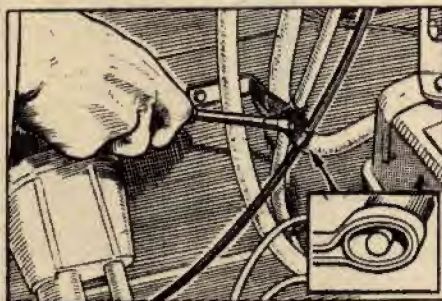
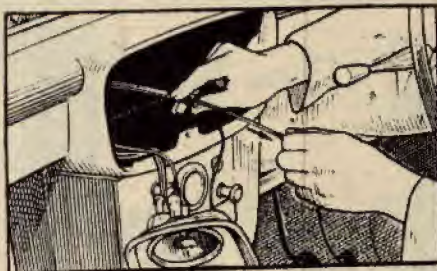

Fig. 2
Fig. 6
**Fig. 2 - FISSAGGIO DEL CAVETTO.** Evitare di schiacciare la trasmissione flessibile stringendo eccessivamente la fascetta. Schiacciando infatti la trasmissione si impedirebbe la libera rotazione dell'albero del flessibile.
Controllare con cura che il flessibile risulti ben fissato alla carrozzeria e al contachilometri, come indicato a figure 2, 3, 4. Potrebbe pure essere che la trasmissione risultasse difettosa o danneggiata. Dall'esame delle figure 6, 7, 8, 10, 12, 13 ci sarà dato conoscere in qual modo rimediare. Inoltre non dimenticheremo la necessità di un'appropriata lubrificazione
**Fig. 6 - RIMOZIONE DELL'ALBERO FLESSIBILE.** La maggior parte degli alberi flessibili potrà essere staccata dalla guaina di protezione esterna, previo smontaggio dello strumento a cui si accoppia.